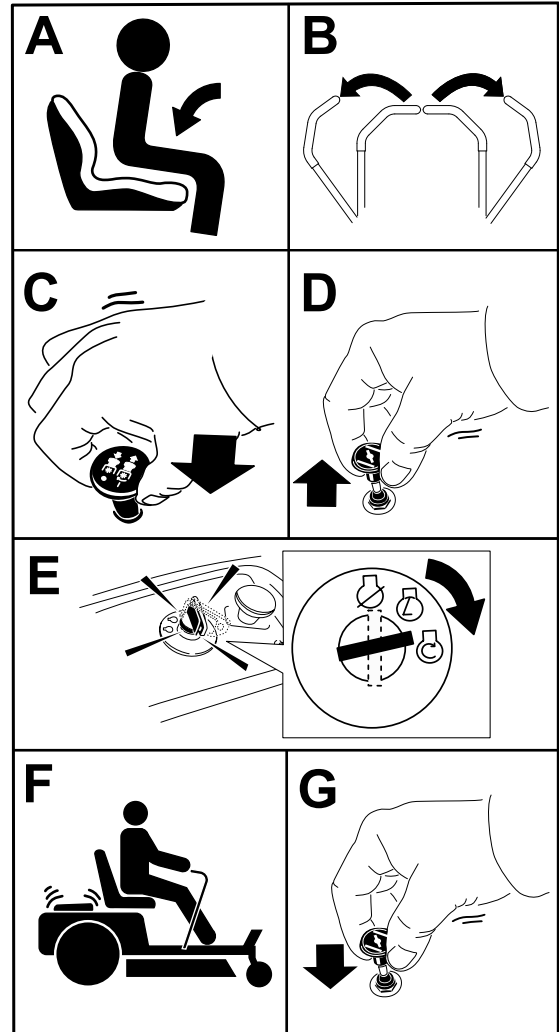

Figura 17
1. Desengrane las cuchillas moviendo el mando de control de las cuchillas a la posición de **DESENGRANADO** (Figura 17).